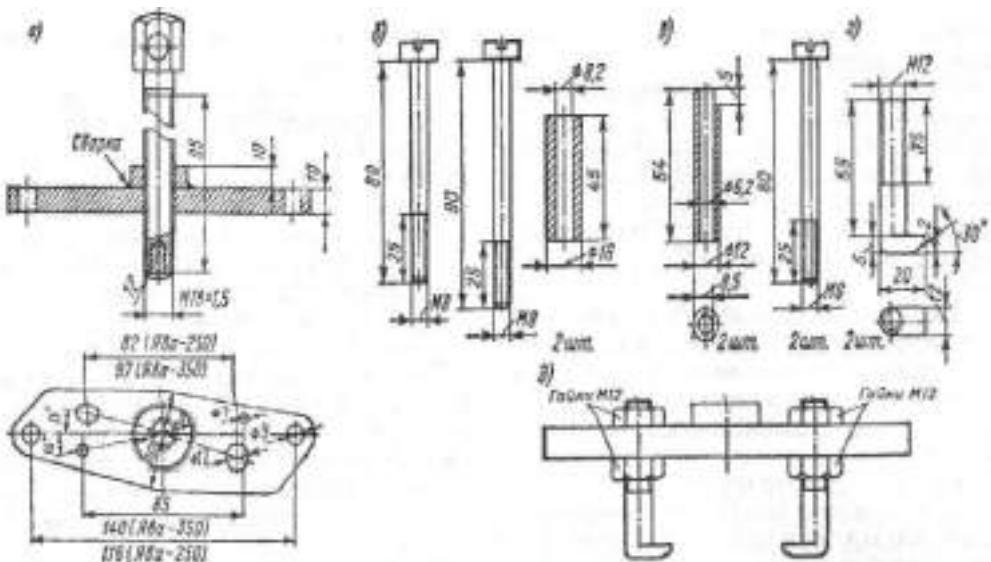

Рис. 88. Универсальный съемник:
9. При помощи съемника (см. рис. 88) снять звездочку с цапфы коленчатого вала.
1. Используя резьбу отверстий для болтов крепления генератора, укрепить на картере съемник (рис. 88).